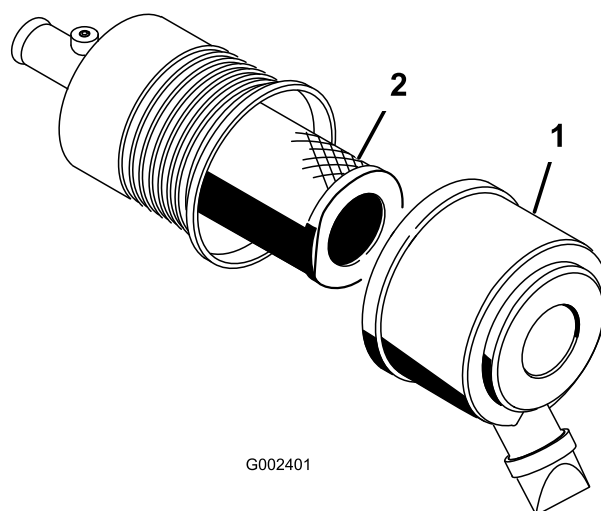

Figura 47
7. Instale la tapa orientando la válvula de salida de goma hacia abajo, aproximadamente entre las 5 horas y las 7 horas, visto desde el extremo (Figura 47).